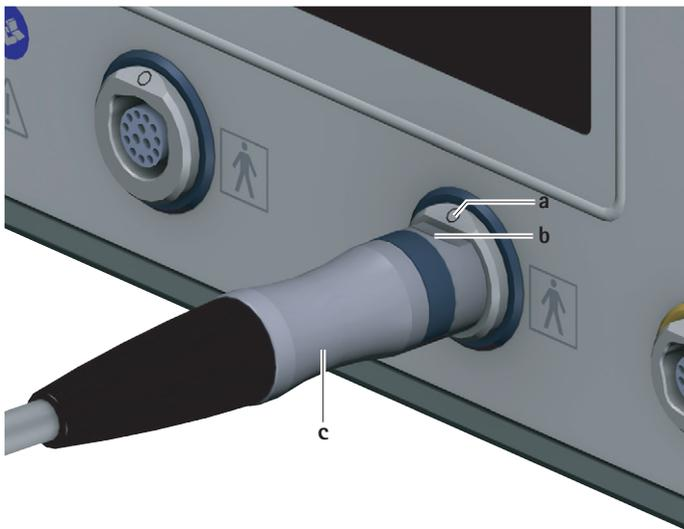

Fig. 3 Anslut motorkabeln
- ▶ Rikta styrenhetens kontakt **c** på motorkabeln så att markeringen **b** på kontakten stämmer överens med markeringen **a** på användningsdelarnas anslutningsuttag **7**, se Fig. 3.
- ▶ Dra ut motorkabeln på kontakten för styrenheten **c** från anslutningsuttaget för användningsdelarna **7**, se Fig. 3.